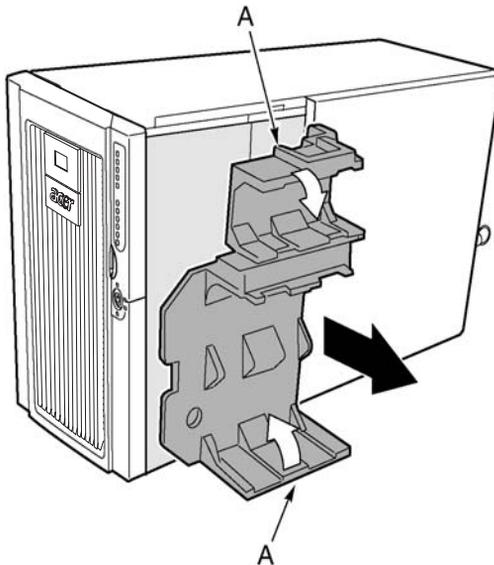

Abbildung 56 - Entfernen des Schaumstoffleitblechs
- 4 Biegen Sie die Enden des Schaumstoffleitblechs (Abbildung 56, A) vorsichtig gegeneinander, um die Kerben des Schaumstoffleitblechs von den Laschen am vorderen Subgehäuse zu trennen.
- 2 Biegen Sie die Enden des Schaumstoffleitblechs vorsichtig nach hinten (Abbildung 56, A), drücken Sie dann das Leiblech nach unten und schieben Sie es geradeaus in das Gehäuse, bis die Laschen am vorderen Subgehäuse in die entsprechenden Kerben am Leiblech greifen.